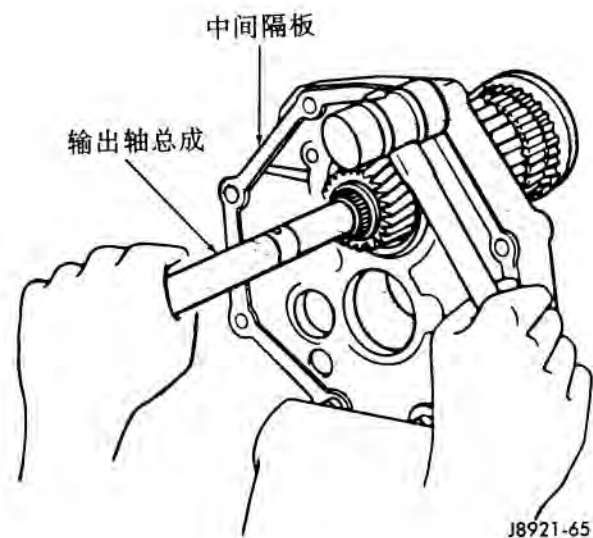

图 65 安装输出轴到中间隔板上
(19) 把输出轴总成安装到中间隔板上(图 65)。用槌轻敲隔板, 把轴拉到位。